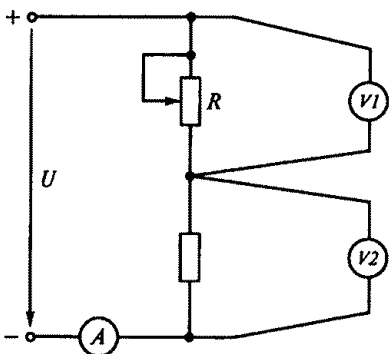

Рис. 16
1.30. Как изменятся показания приборов $V1$, $V2$, A (рис. 16) при перемещении движка реостата R вниз?